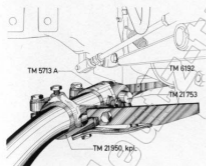

Abb. 4
5. Der **Ausrückstift** TM 6195 wird in das Gewindeloch des Mähantriebsschalthebels eingeschraubt und durch eine Sechskantmutter gekantert. Der Ausrückkorm TM 21950 im hinteren Tragrohr ist so einzustellen, daß er in Schwadstellung gegen den Ausrückstift TM 6195 drückt und den Mähantrieb stillsetzt (Abb. 4 u. 6).
7. Dann wird das **kpl. hintere Tragrohr** am Lagerkopf TM 5713 A mit der hinteren Lagerplatte TM 6192 durch den Lagerbolzen TM 21 753 verbunden und durch einen Klappsplint gesichert. Die Verbindung der vorderen Abstützung mit dem hinteren Tragrohr wird durch Einstecken des abgewinkelten Endes des hinteren Tragrohres in das Scharnierauge hergestellt; die beiden Klemmschrauben sind dann fest anzuziehen (Abb. 4 u. 5).
9. Die **Treibstange** TS 861 D wird an der Sicherheitskurbelscheibe TM 21 997 befestigt, indem das Klemmband der Treibstange über das Treibstangenlager geschoben und die nach unten zeigende Klemmschraube gut angezogen werden muß. Mit dem Schnellverschluß wird die Treibstange am Messerkopf des Mähmessers befestigt (Abb. 4).